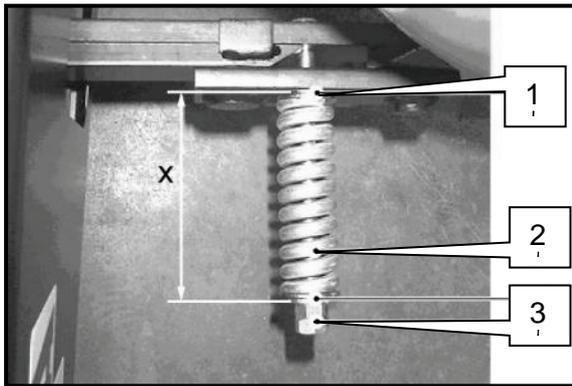

Fig. 89 Vista en detalle de la protección contra arranques
La longitud de muelle se mide dentro de las arandelas exteriores que están montadas en cada caso a la derecha e izquierda delante del muelle (Fig. 89). Se puede corregir la longitud de muelle si fuera necesario.
- Gire la tuerca de ajuste para corregir la longitud de muelle si fuera necesario (Fig. 89).